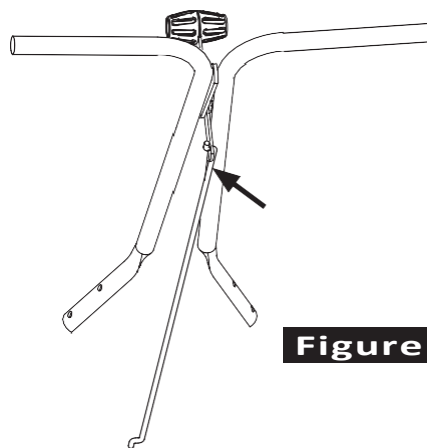

Figure 8
8. Posez la timonerie sur le levier, comme illustré à la figure 8.